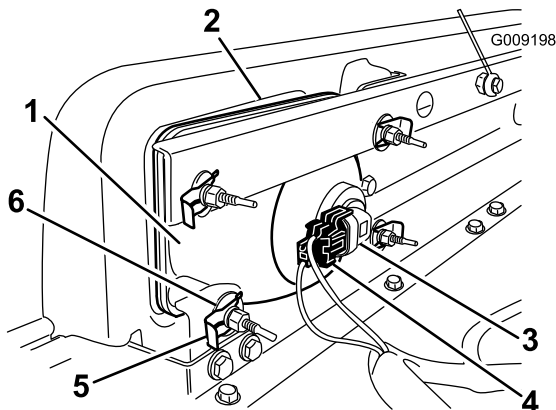

Figura 40
1. Scollegate il connettore elettrico del cablaggio dal connettore del gruppo luci (Figura 40).
2. Togliete i fermagli e le rondelle che tengono bloccato il faro anteriore sulla relativa staffa (Figura 40).
3. Rimuovete il gruppo faro anteriore spostandolo in avanti attraverso l'apertura nel paraurti anteriore (Figura 40).
4. Montate il nuovo faro anteriore attraverso l'apertura nel paraurti (Figura 40). Assicuratevi che i poli di regolazione siano allineati con i fori nella staffa di montaggio dietro il paraurti.
6. Collegare il connettore elettrico del cablaggio al connettore del nuovo gruppo luci (Figura 40).